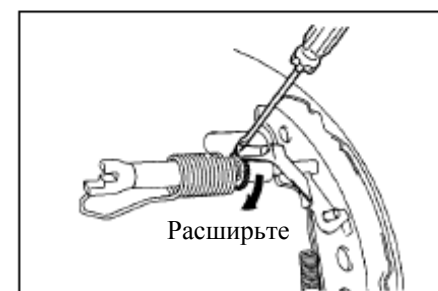

Рис. 312
- (1) Временно закрутите две гайки ступицы колеса.(рис. 312)
- (2) Прокрутите регулятор на восемь зубцов.
- (3) Установите заглушку отверстия.